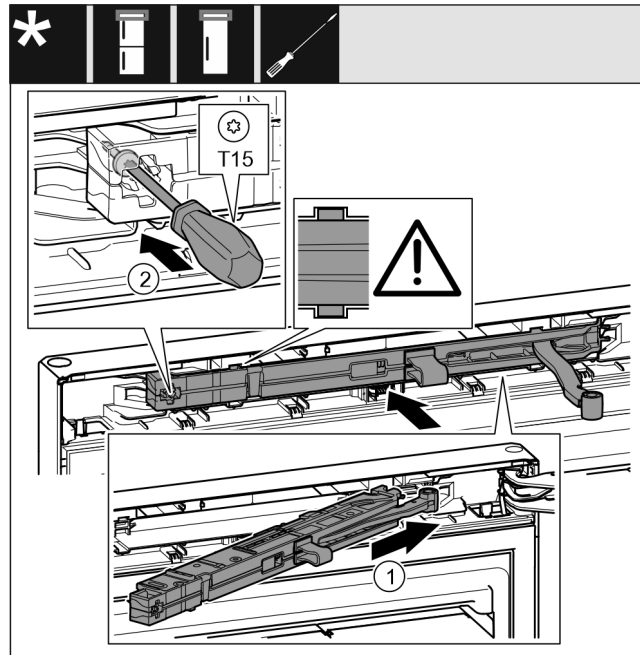

Fig. 71
- ▶ Sluitdemperunit Fig. 71 (1) aan de lagerbokzijde tot aan de aanslag schuin in de uitsparing schuiven.
- ▶ Schroef Fig. 71 (2) met een schroevendraaier vastschroeven.